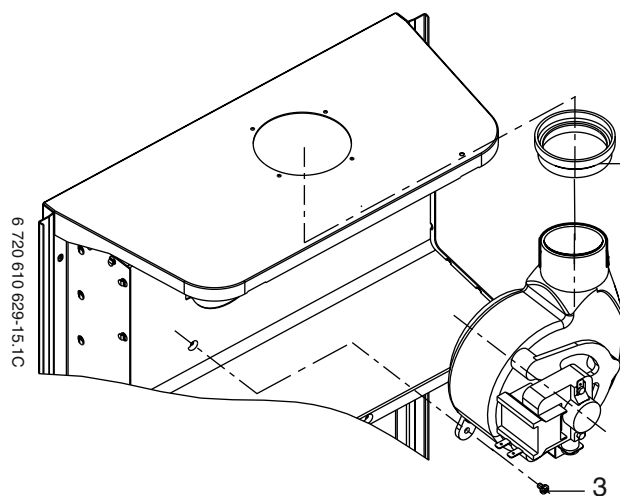
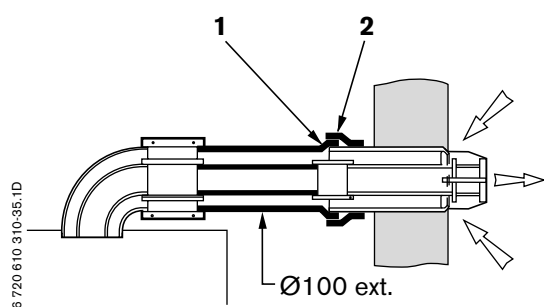

Fig. 11 Smontaggio dell'estrattore
Fig. 14 Prolungha orizzontali
Attenzione! In caso di installazioni di tipo C₁₂ (orizzontale come da Fig. 14) o di tipo C₄₂ (sistema collettivo come alle pag. 17) può essere necessario il montaggio del diaframma (2) presso il ventilatore (come da Fig. 11). In questi casi vedere la tabella 4 dei diaframmi. Il diaframma è reperibile nel sacchetto degli accessori a corredo dell'apparecchio.